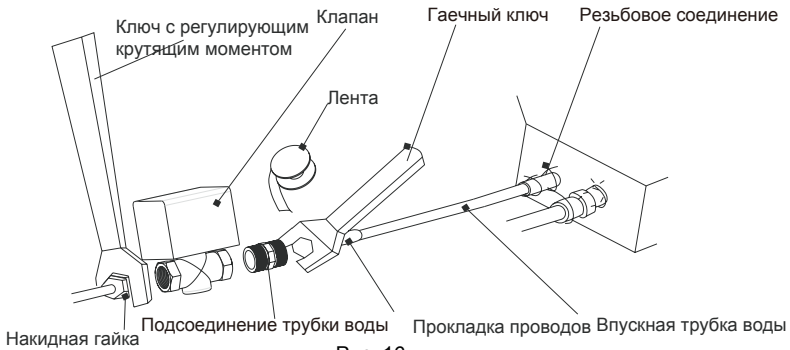

Рис. 16
(1) Установка моторного вентиля должна быть выполнена как показано на Рис.16: сначала соедините один конец трубного соединения с патрубком подачи воды на блоке, а к другому подсоедините клапан с электроприводом, затем, на конец клапана с электроприводом закрутите конусную гайку. Во время установки, используйте гаечный ключ и ключ с регулирующим крутящим моментом; крутящий момент должен быть в пределах 90 н/м2. Убедитесь в безопасном соединении.